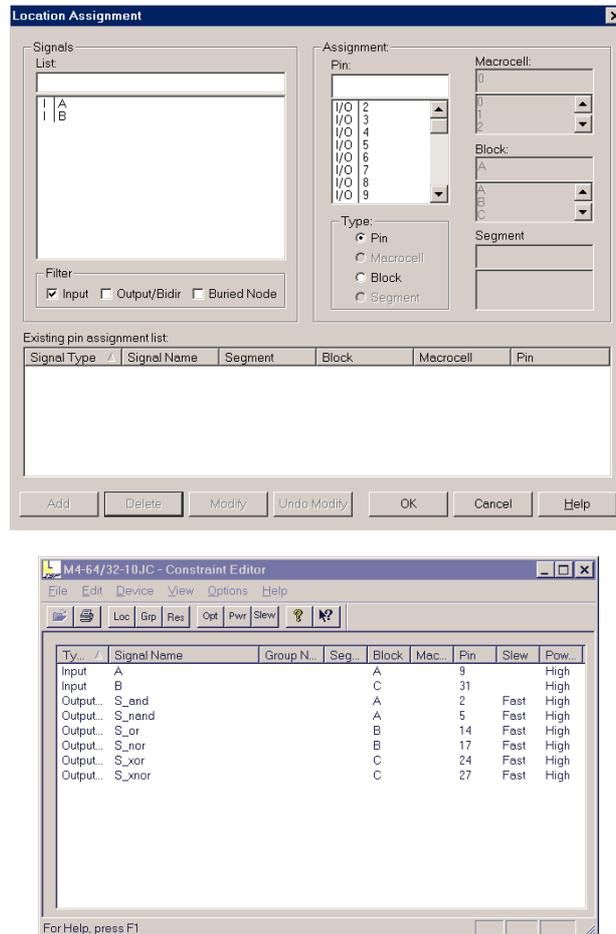

Figure 20
Associer les broches comme il est indiqué sur la figure 20. Servez vous des indications qui sont données dans l'annexe pour savoir comment les broches du CPLD sont reliées à la platine. La platine est composée de 4 afficheurs à cristaux liquides et de 3 interrupteurs.
- Associer les broches comme sur la figure 20, puis programmer le CPLD.